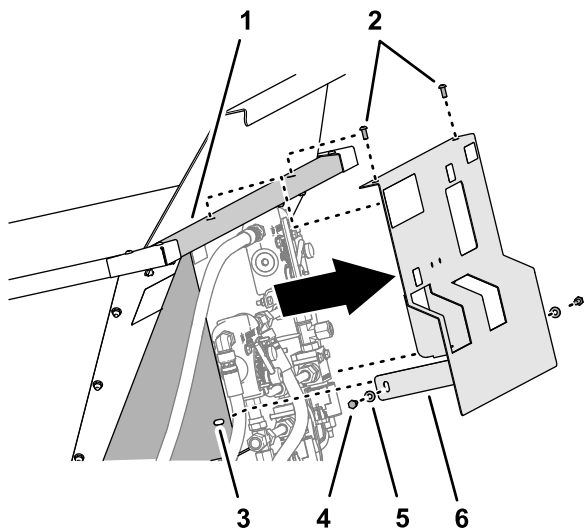

Bild 17
1. Entfernen Sie die 2 Kopfschrauben und 2 Scheiben, mit welchen der Hydraulikschutz an der Ventilbefestigung des Topdressers befestigt ist (Bild 17).
2. Entfernen Sie die 2 Halbrundschauben, mit welchen der Hydraulikschutz an der Vorderwand des Füllkastens befestigt ist und entfernen Sie den Schutz (Bild 17).
- Entfernen Sie die 2 Kopfschrauben und die 2 Scheiben, mit welchen der Hydraulikschutz an der Ventilbefestigung des Topdressers befestigt ist (**Bild 17**).
- Entfernen Sie die 2 Halbrundschräuben, mit welchen der Hydraulikschutz an der Vorderwand des Füllkastens befestigt ist, und entfernen Sie den Schutz (**Bild 17**).